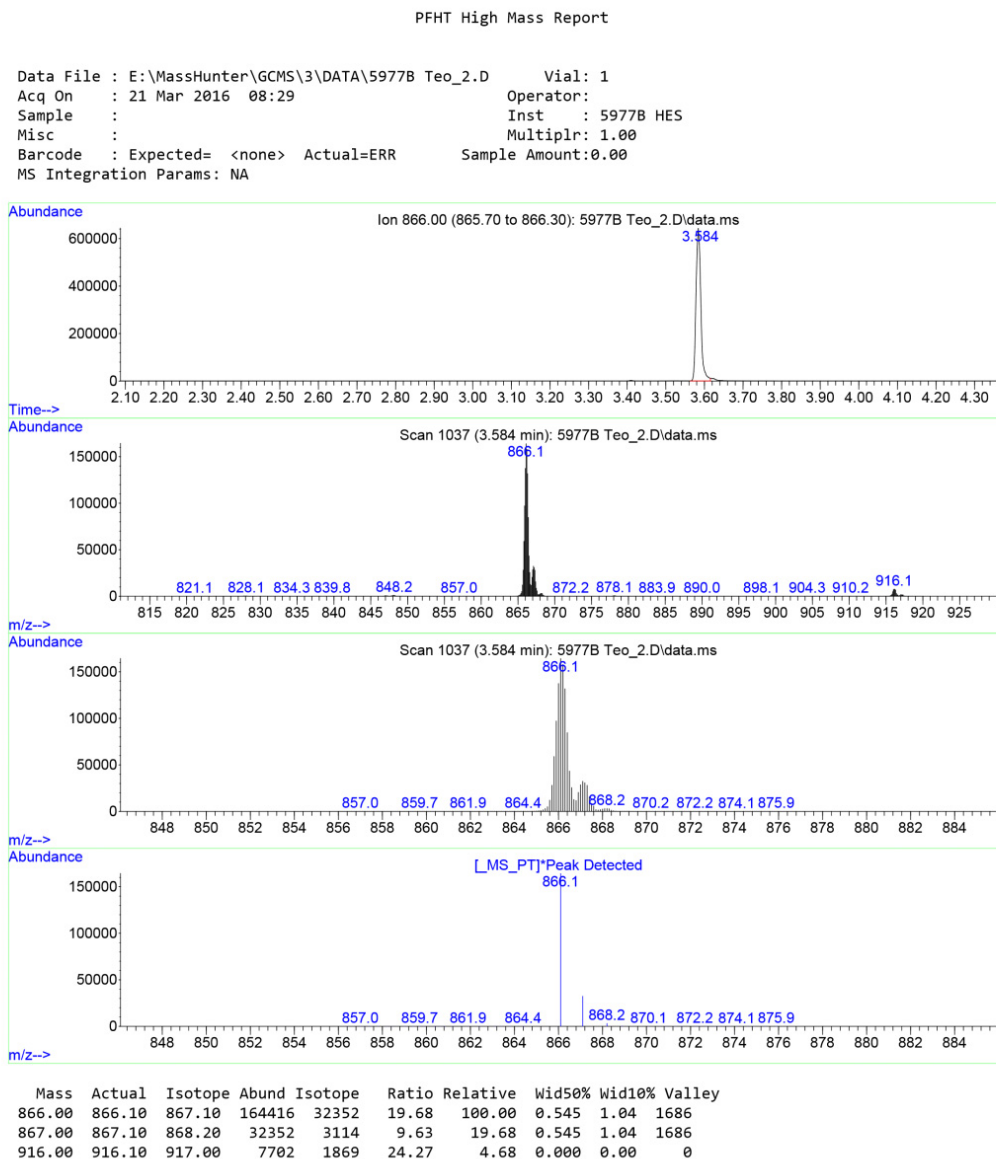

Figura 34. Relatório de alta massa de PFHT
- 7 A execução é concluída e os resultados são impressos em 5 minutos. (Consulte **Figura 34** na página 116.)